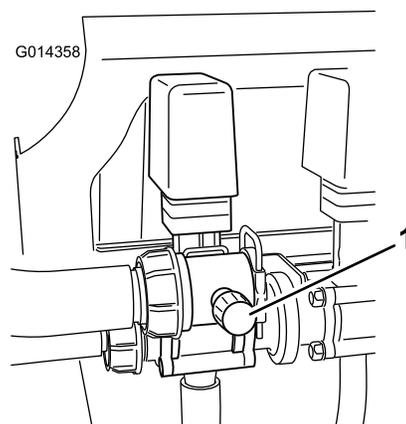

Figura 25
- Regolate la valvola di bypass dell'agitatore (Figura 25) sul retro della valvola dell'agitatore fino a quando il valore della pressione sul misuratore corrisponde a 689 kPa (100 psi).